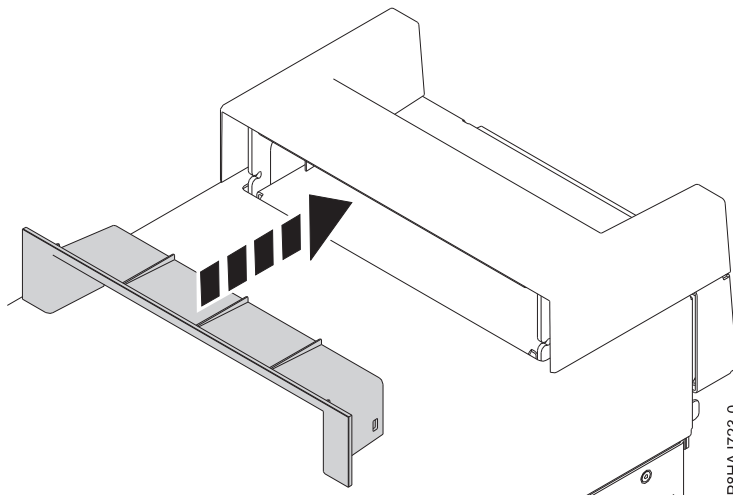

Abbildung 17. Element innerhalb der Griffabdeckung bei einem Standalone-System vom Typ 8286-41A einsetzen
2. Setzen Sie das Element innerhalb der Griffabdeckung ein, indem Sie es fest in die Griffabdeckung drücken (siehe Abb. 17).